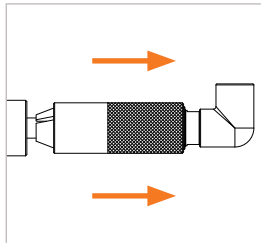

Abbildung 6
- ▶ Ziehen Sie die Schiebehülse (Pos. 1) zurück (*Abbildung 6*). Dadurch wird die Verbindung zum Prüfling gelöst und der Adapter kann gerade nach hinten vom Prüfling abgenommen werden.